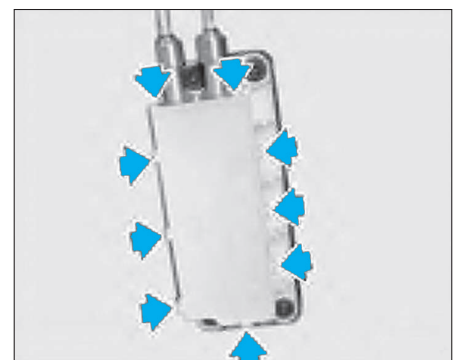

FIG. 14
- Ouvrir le boîtier du levier de commande (Fig.14).